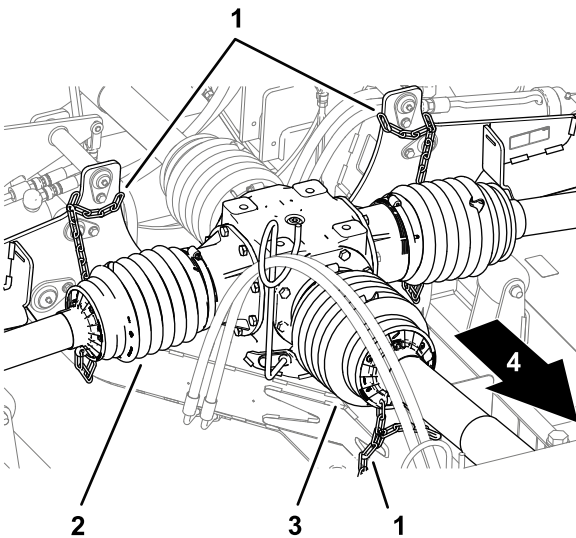

Bild 18
6. Prüfen Sie, ob die Rückhaltekette mit der hinteren Schutzabdeckung der Zapfwelle, der Schutzabdeckung der Antriebswelle und dem Rahmen des Mähers (**Bild 18** und **Bild 21**) verbunden ist.